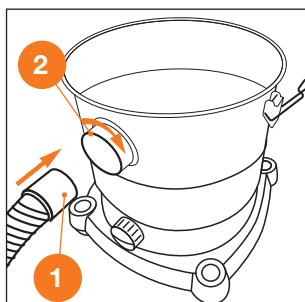

Рис. 4
2. Установите всасывающий шланг ① в гнездо ② и зафиксируйте его, повернув по часовой стрелке до щелчка. Подсоедините к шлангу телескопическую штангу или трубку и наденьте необходимую насадку (Рис. 4).